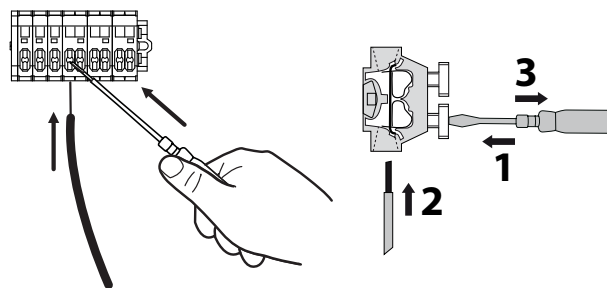

fig. 22 - Bornier à ressort
- **Connexion sur les borniers à ressorts (fig. 22)**